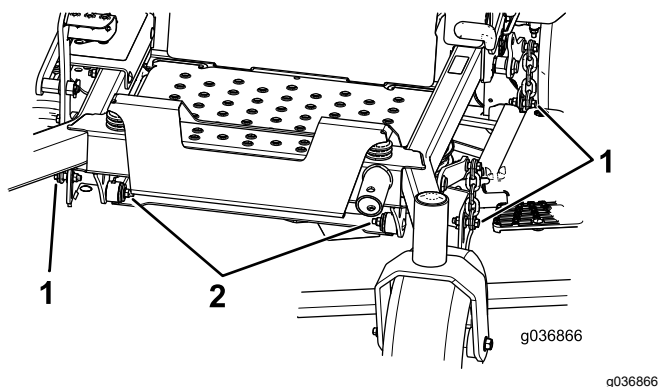

Figura 86
8. Rimuovete e conservate dadi e bulloni su ambo i lati della macchina (Figura 86).